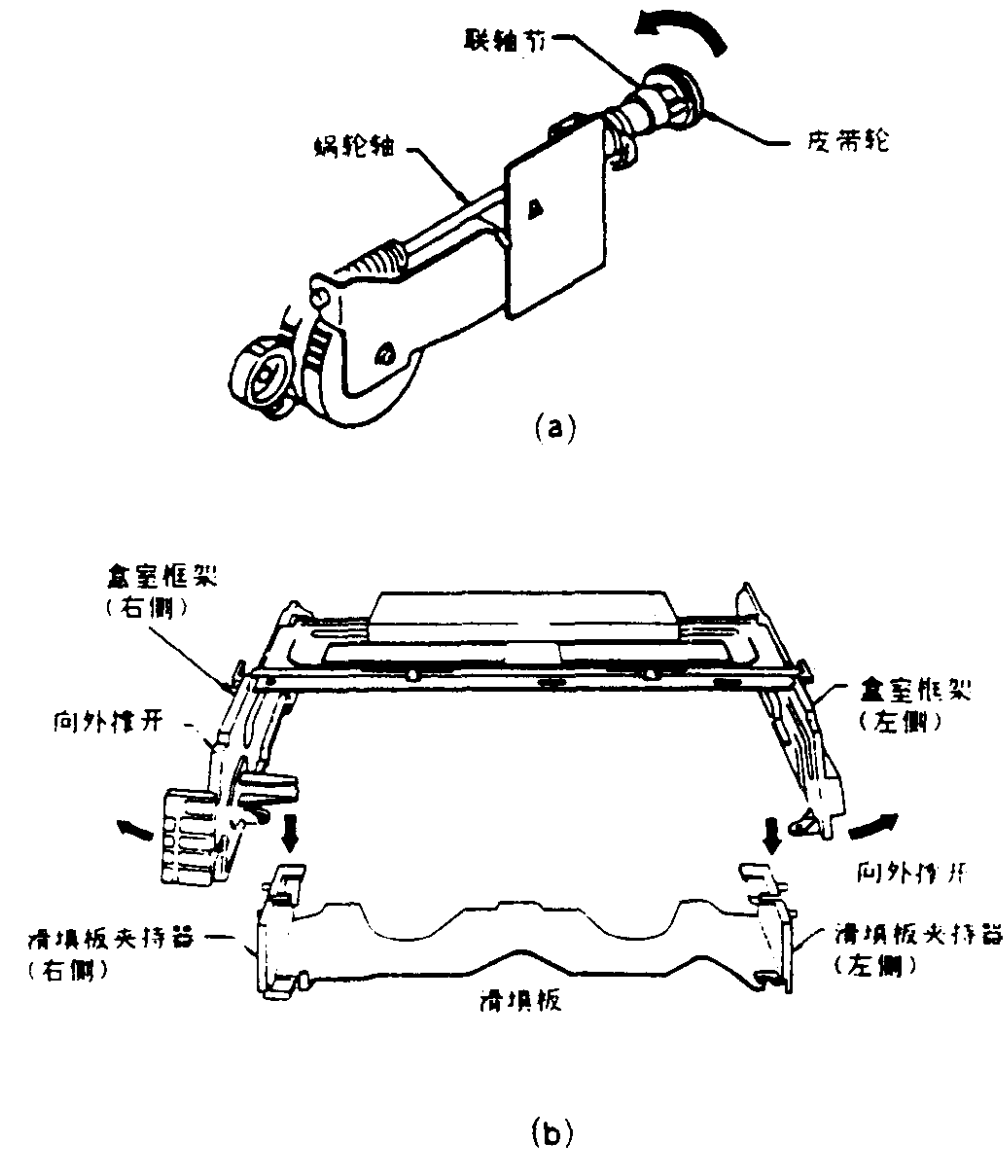
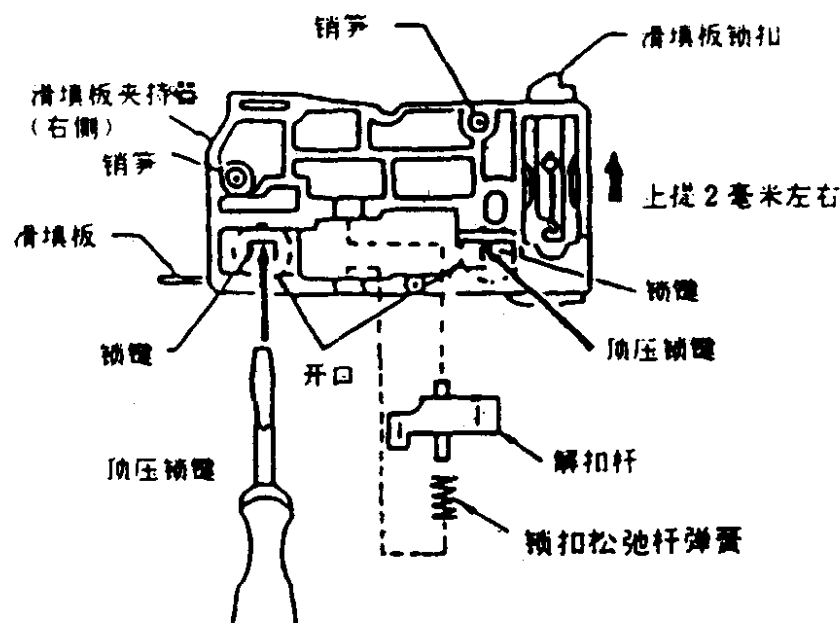

图1-17
图1-18
- 1. 按拆卸解扣杆步骤的相反顺序进行组装。(见图1-17和图1-18)。